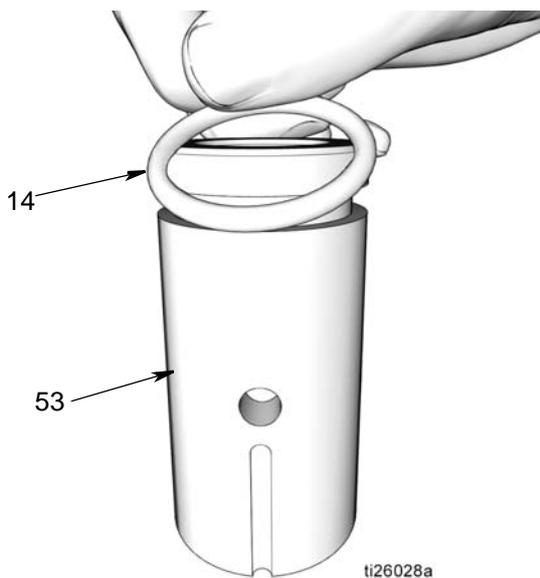

Рис. 40
5. Элемент соединительной муфты насоса (53)
- a. Используйте чистую салфетку для обтирания элемента соединительной муфты насоса (53) и удаления любой грязи или загрязняющих веществ. Осмотрите поверхность на отсутствие любых царапин или повреждений.
- b. Нанесите тонкий слой консистентной смазки на уплотнительное кольцо (14). Установите уплотнительное кольцо круглого сечения вокруг элемента соединительной муфты насоса (53) (Рис. 40).